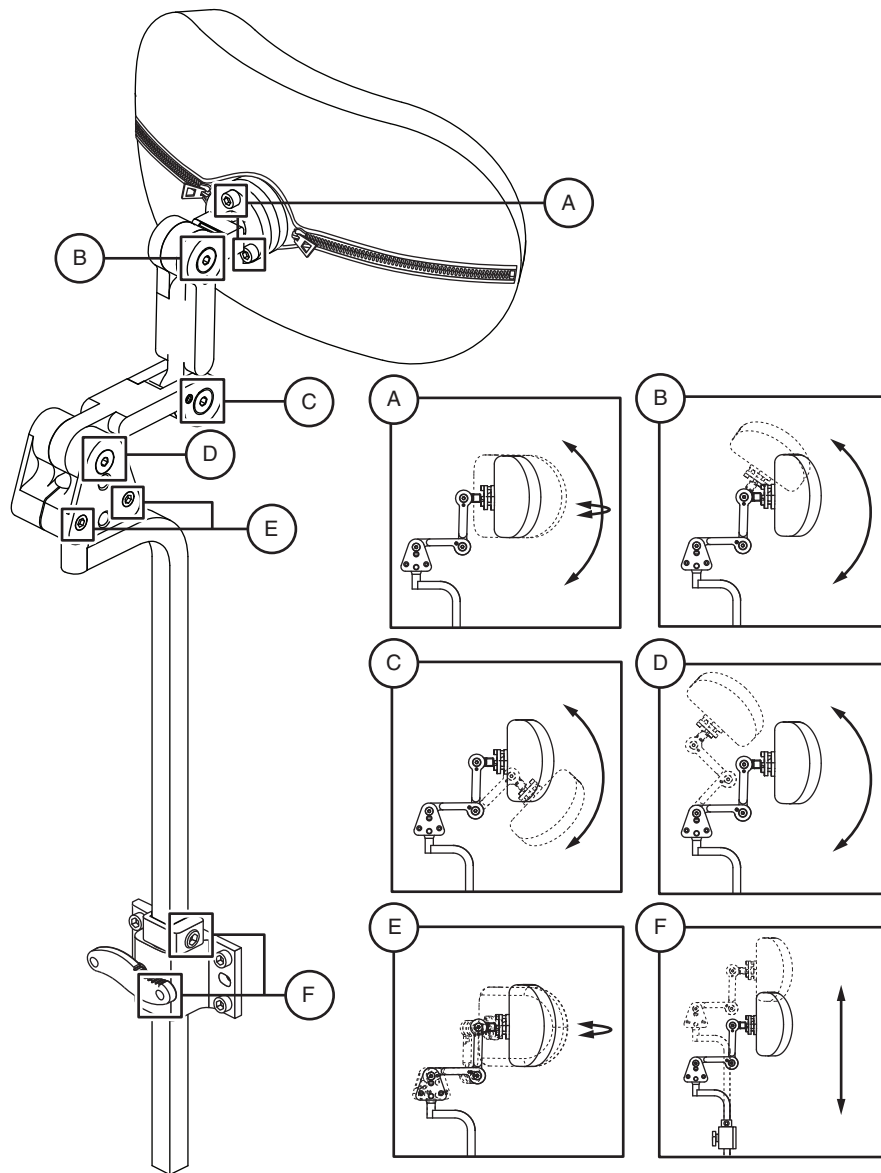

Figure 16. Composants de réglage de l'appui-tête
- Desserrer les vis de réglage qui correspondent aux réglages souhaités. **Voir la figure 16.**